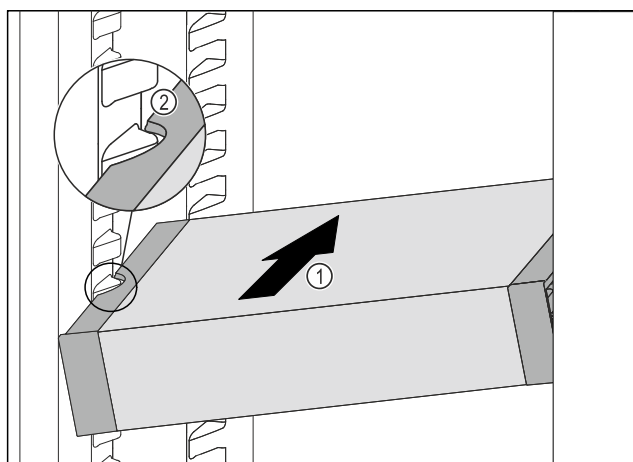

Fig. 119
- ▶ Skyv VarioSafe skrått inn i kjøleskapsdelen *Fig. 119 (1)*, til utsparingene på sidene av *Fig. 119 (2)* VarioSafeser på nivå med rillene i kjøleskapet.